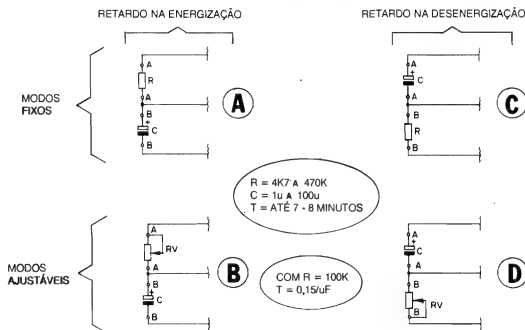

Fig.2
- FIG. 5 - DETALHANDO ("CHAVEANDO") AS POSSIBILIDADES E COMBINAÇÕES DE RESISTOR/CAPACITOR PARA A DESEJADA TEMPORIZAÇÃO E COMPORTAMENTO... - O Leitor atento perceberá, na FIG. 5, a mera estilização, ou vista real do que foi diagramado na FIG. 2... Os próprios itens A-B-C-D reterem-se exatamente às condições e comportamentos indicados, em esquema, naquela figura... Notem cada possível posição para o resistor fixo (RA ou RB), trim-pot (RVA ou RVB) e capacitor (CA ou CB)... Observar, ainda, que qualquer